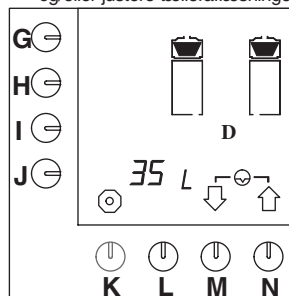

Fig. 54 Nulstilling af kaffebryggerens daglige tæller
- Tryk på valgknappen (M.)↓, indtil fig.54 vises i displayet.